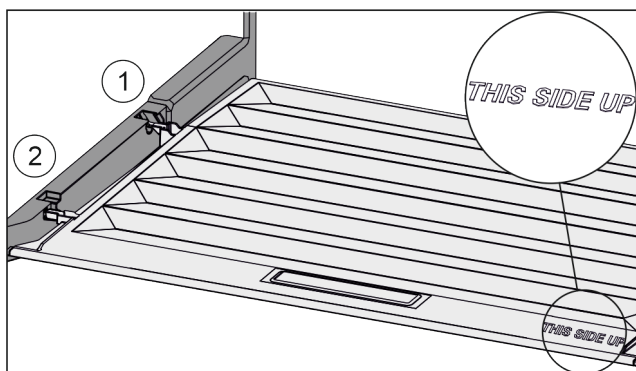

Fig. 62
- ▶ Ramiona pokrywy wprowadzić ponad otworem tylnego uchwytu Fig. 62 (1) i zażebić z przodu w uchwycie Fig. 62 (2).